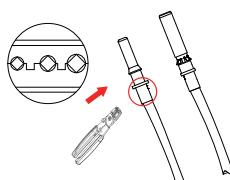

Abb. 5.4 Crimpeln des Kontaktstiftes an den Draht
- b) Crimpeln der Metallkontakte mit einer Crimpzange wie in Abbildung 5.4 gezeigt.